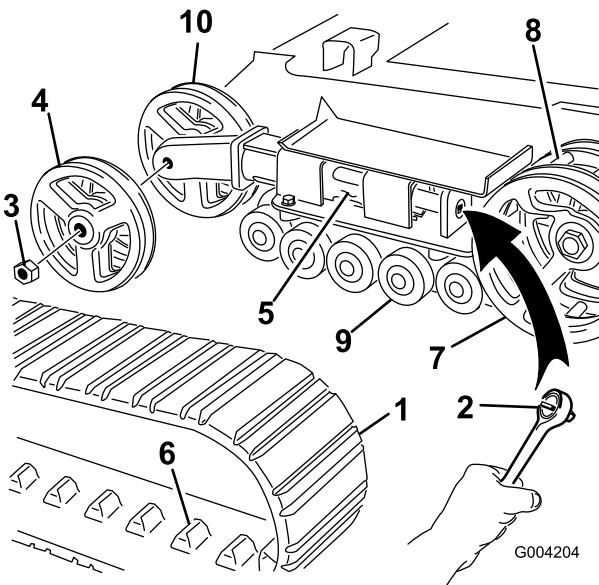

Figura 47
4. Utilizzando una chiave a tubo da 1/2 pollice, scaricare la tensione girando la vite di tensione in senso orario (Figura 45 e Figura 47).
5. Spingere la ruota di tensione verso il retro dell'unità in modo da spostare il tubo di tensione contro il telaio (Figura 47). (se non riesce a toccare il telaio, continuare a girare la vite di tensione fino ad ottenere il contatto).
6. Togliere il dado di fissaggio della ruota di tensione esterna e rimuovere la ruota (Figura 47).
7. Togliere il cingolo (Figura 47).
8. Togliere il dado di fissaggio della ruota di tensione interna e rimuovere la ruota (Figura 47).
12. Montare la ruota di tensione interna e fissarla con il dado tolto in precedenza (Figura 47).
14. Montate il nuovo cingolo, accertandovi che gli attacchi del cingolo si inseriscano tra i distanziali al centro della ruota conduttrice (Figura 47).
15. Montare la ruota di tensione esterna e fissarla con il dado tolto in precedenza (Figura 47).